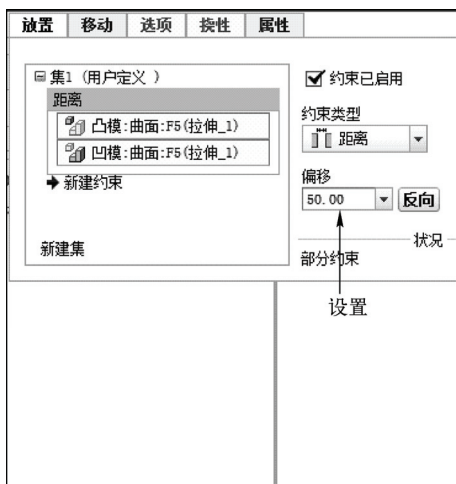

图 11-9 设置参数
STEP 09 在绘图区中模型的底面上单击鼠标左键，确定元件参考和装配参考，在“偏移”下方的文本框中输入“50.00”，按〈Enter〉键确认，如图 11-9 所示。